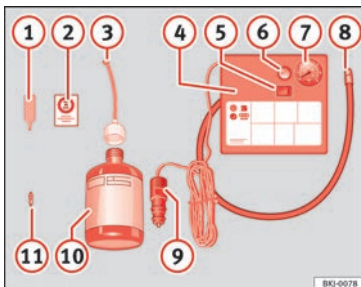

Fig. 104 Rappresentazione standard: contenuto del kit per la riparazione degli pneumatici.
Il kit per la riparazione degli pneumatici si trova nel sottofondo del bagagliaio. Include i seguenti componenti » **fig. 104:**
Riavvitare il tubo di gonfiaggio » **fig. 104** ⑧ e controllare la pressione sul manometro ⑦.